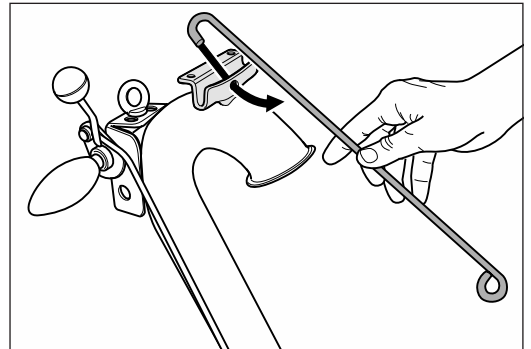

Abb. 9 Die Kabelstütze in die Halterung am Führungsrohr einhängen.
- 5 Montieren Sie die Kabelstütze in die Halterung an der Oberseite des Führungsrohrs (Abb. 9).